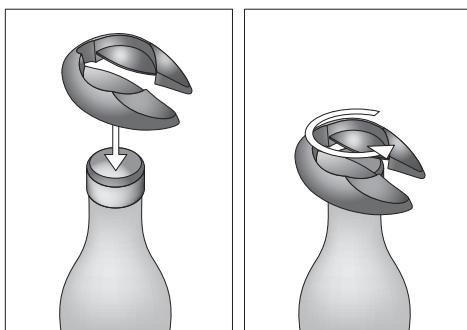

Abbildung 2
- 1) Um die Folienmanschette über dem Flaschenkorken aufzuschneiden, benutzen Sie den Kapselschneider ⑥:
Setzen Sie den Kapselschneider ⑥ wie in Abbildung 2 gezeigt auf die verschlossene Weinflasche auf.